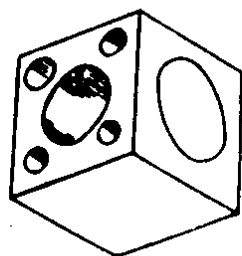

图 1-16 方墩
12. 方墩 铆接、冲换各种手表零件可在方墩上进行, 方墩的形状如图 1-16 所示。